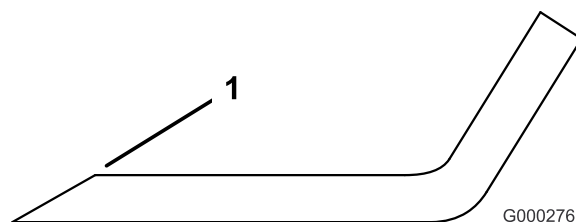

Figure 97
1. Au moyen d'une lime, aiguiser les tranchants aux deux extrémités de la lame (Figure 97).